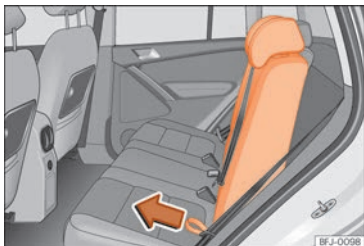

Abb. 114 Rücksitzlehne vor- und zurückklappen.
- Schlaufe »» **Abb. 114** in Pfeilrichtung nach vorn ziehen, dabei Sitzlehne festhalten und langsam nach vorn klappen »» ⚠.